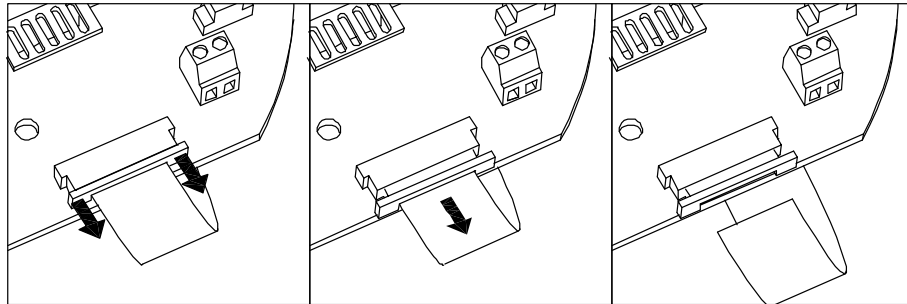

Figura 7.2 Conector de cabo de fita
2. Desligue o cabo (H) do processador de sensor (E) de acordo com Figura 7.2. Desligue o connector LED (J) e a temperatura (K).